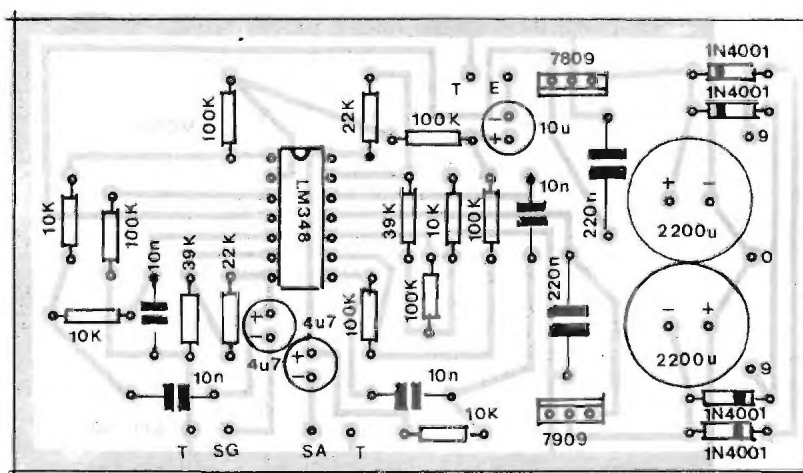

Fig.4
**FIG. 4 - "CHAPEADO" DA MONTAGEM** - O lado não cobreado da placa mostra todos os principais copONENTES já posicionados, identificados pelos seus códigos, valores, polarida-